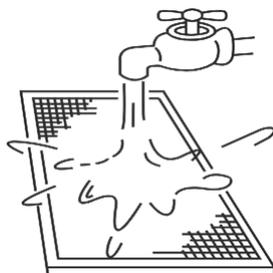

Fig.6-3
- b. A entrada de ar deve estar virada para baixo quando utilizar água limpa. (Consulte a Fig. 6-3).